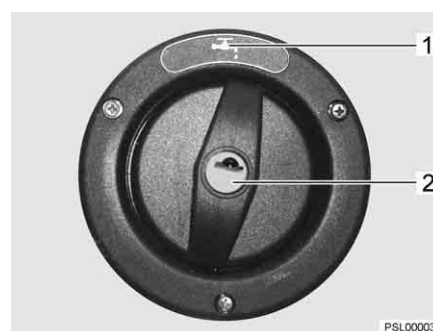

Fig. 40 Couvercle de fermeture pour bec de remplissage d'eau potable
- ▷ Le bec de remplissage d'eau potable est désigné par le symbole "☺" (Fig. 40,1).
- Insérer la clé dans le barillet (Fig. 40,2) et la tourner dans le sens inverse des aiguilles d'une montre.